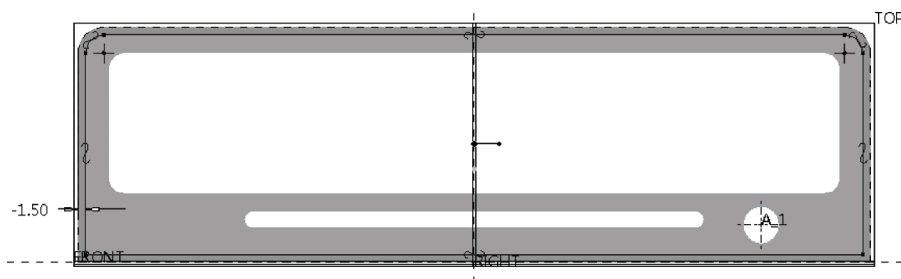

图 12-39 草绘
5) 单击 (偏移) 按钮, 绘制图 12-39 所示的闭合图形, 单击 (确定) 按钮。